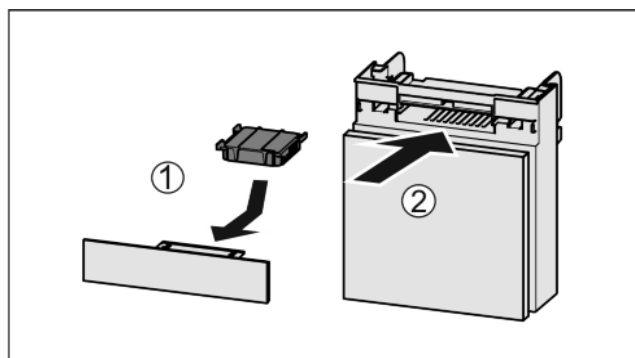

Fig. 37
- ▶ Introduceți Fig. 37 (1) filtrul de cărbune activ după cum se vede în figură.
- ▶ Împingeți Fig. 37 (2) compartimentul în interior.